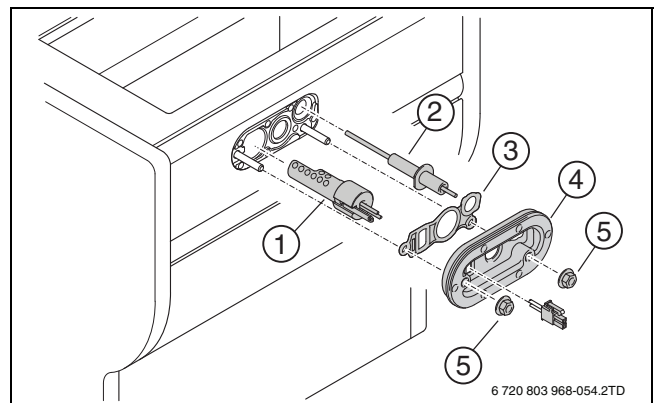

Рис. 59 Замена запального блока
- ▶ Каждые 4 года заменяйте уплотнение (→ рис. 59, [3]) и крышку с уплотнением (→ рис. 59, [4]).